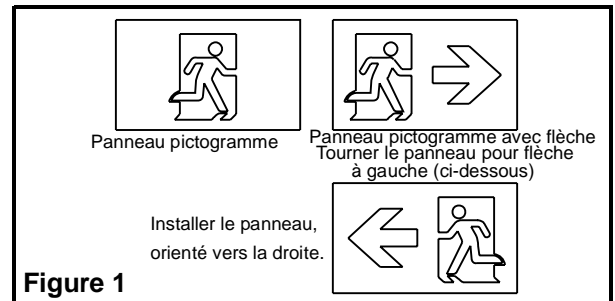

Figure 1
1. Sélectionner le panneau à pictogramme requis (voir figure 1).